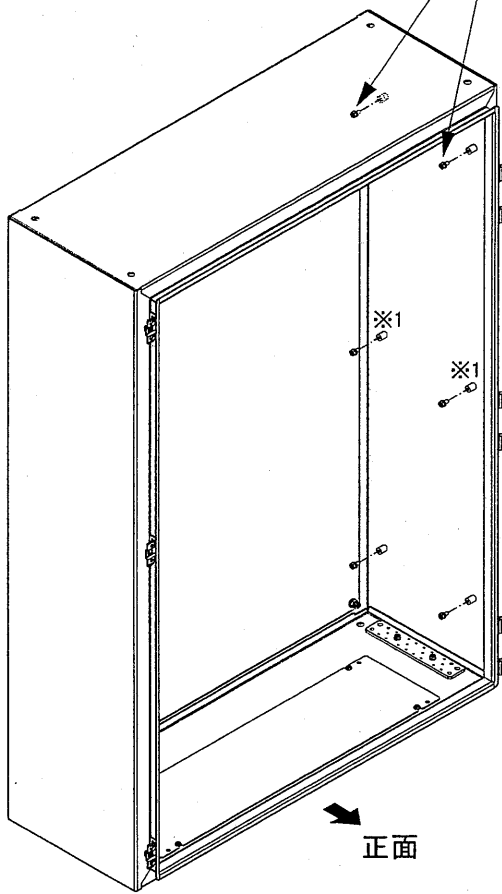

図2
(1) 側面の配線支持レール(ボススタッドセットねじM6)を取外してください。(図2)